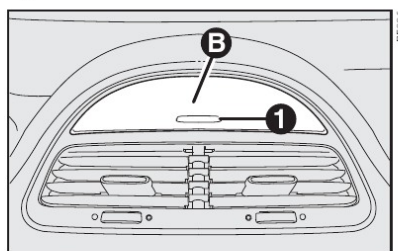

fig. 87
**B-fig. 87** - Região central do painel acima dos difusores de ar (para algumas versões está disponível uma portinhola que se abre quando é pressionado o botão **1**).